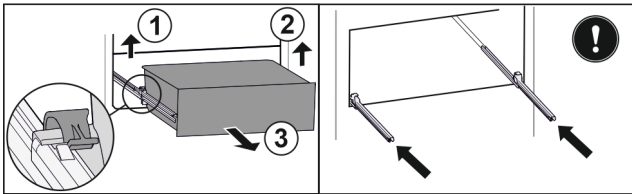

Fig. 39 *
- ▶ Soulever la bride de serrage gauche et tirer dans le même temps le tiroir sur la gauche vers l'avant Fig. 39 (1)*
- ▶ Soulever la bride de serrage droite et tirer dans le même temps le tiroir sur la droite vers l'avant Fig. 39 (2)*
- ▶ Retirer le tiroir par l'avant Fig. 39 (3)*